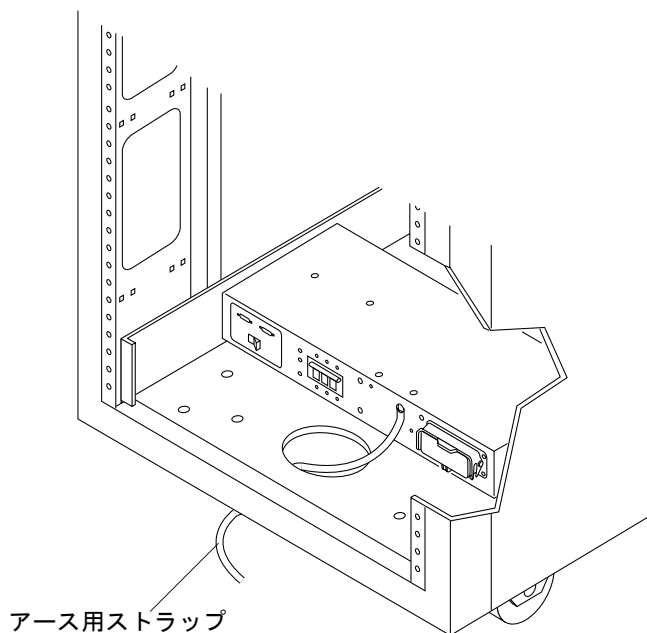

図 2-8 アース用ストラップの正面電源シーケンサへの接続
2. アース用ケーブルの一端をキャビネットの正面電源シーケンサに接続します (図 2-8)。